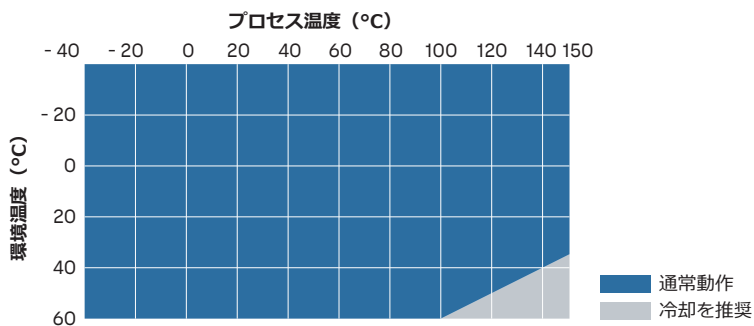

図 38 プロセス温度と推奨される冷却
- 図 38 (ページ 192)に従って、追加冷却を使用します。図に示されている値は指標値です。必要な冷却は、設置場所と設置環境によって異なります。